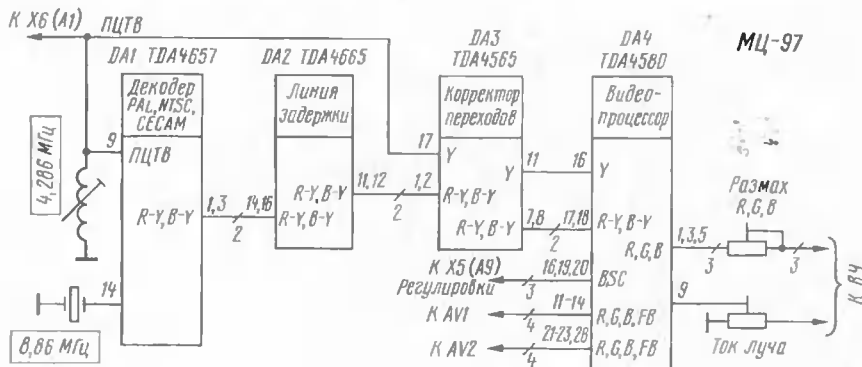

Рис. 6
Примерно такое же число деталей (96) содержит выпускаемый промышленностью модуль цветности МЦ-97, структурная схема которого показана на рис. 6. Это вместе с широким использованием чип-компонентов позволило уменьшить размер платы модуля вдвое по сравнению с размерами рассмотренных ранее модулей и более рационально (прямыми линиями) выполнить трассировку печатных линий. В нем применены трехсистемный (SECAM, PAL, NTSC-4,43) декодер ЦРС TDA4657 с линией задержки TDA4665, корректор цветных переходов TDA4565, видеопроцессор TDA4580,строенный видеоусилитель в интегральном исполнении TDA6103Q.